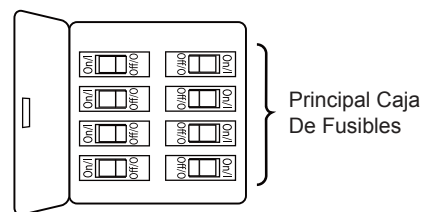

Figura 1
- ☐ 1. Extraiga uno de los tres tornillos del soporte ubicado en la parte inferior de la unidad del motor. Guárdelo para después y afloje levemente los otros dos tornillos. (Figura 1)
Para evitar una posible descarga eléctrica, asegúrese de cortar la alimentación eléctrica de la caja de fusibles principal antes de colgar el ventilador. (Figura 1)